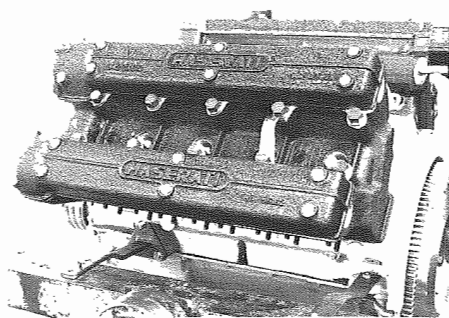

Fig. 59 - Motore al banco
- Il motore può essere ancorato al banco sfruttando i prigionieri di fissaggio dei supporti destro e sinistro presenti sul basamento (**Fig. 59**). Per l'ancoraggio usare i supporti n. 2).
- The engine can be fixed to the bench using the left and right crankcase studs (**Fig. 59**). To fix use the supports.